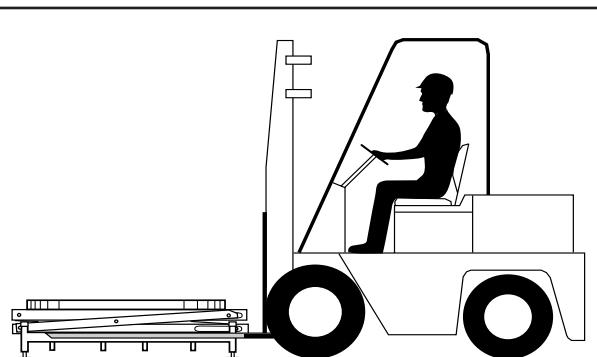

Abb. 7 Bewegen des PL 2002
2. Führen Sie die Gabel in die Taschen am Grundrahmen. Siehe Abb. 7.